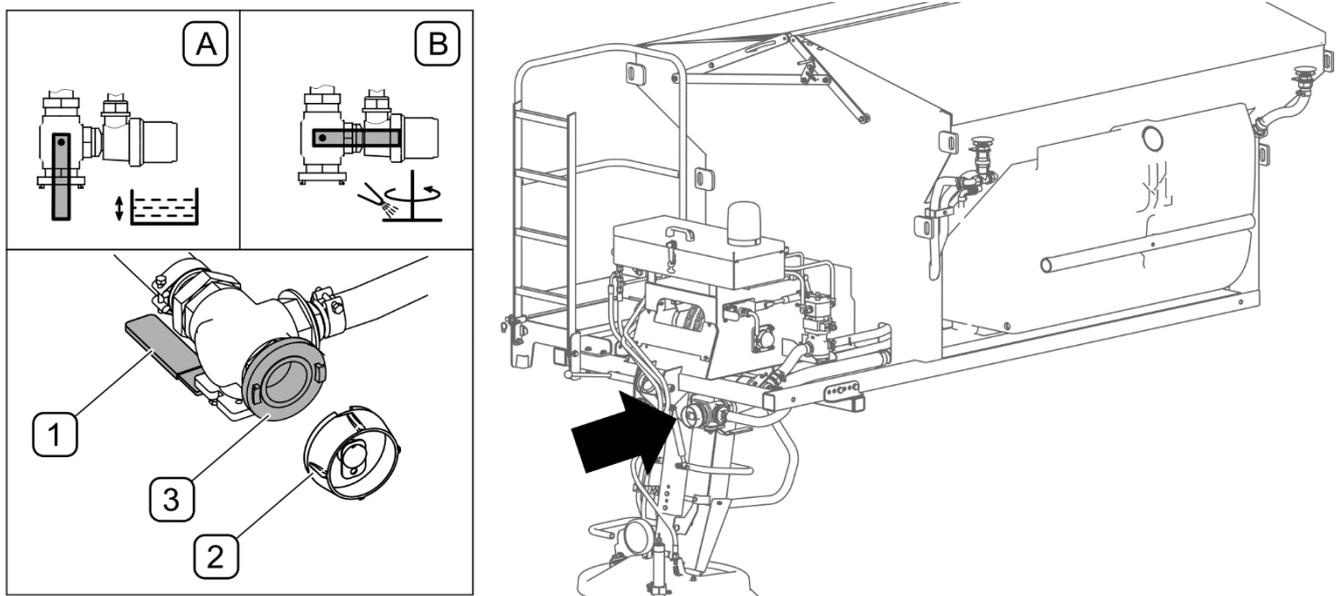

ABBILDUNG 4.34 Entleeren des Salzlösungsbehälters
Vor dem Abschrauben des Verschlusses (2) muss sichergestellt werden, dass sich der Hebel des Ventils (1) in der Position (B) befindet (ABBILDUNG 4.34).